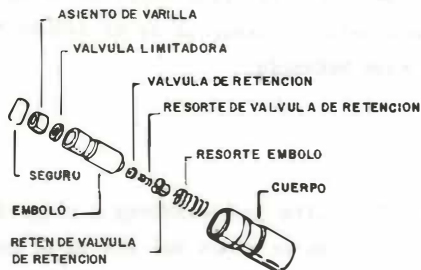

Fig. 7
PASO 5: Desarme los impulsores hidráulicos (fig. 7).